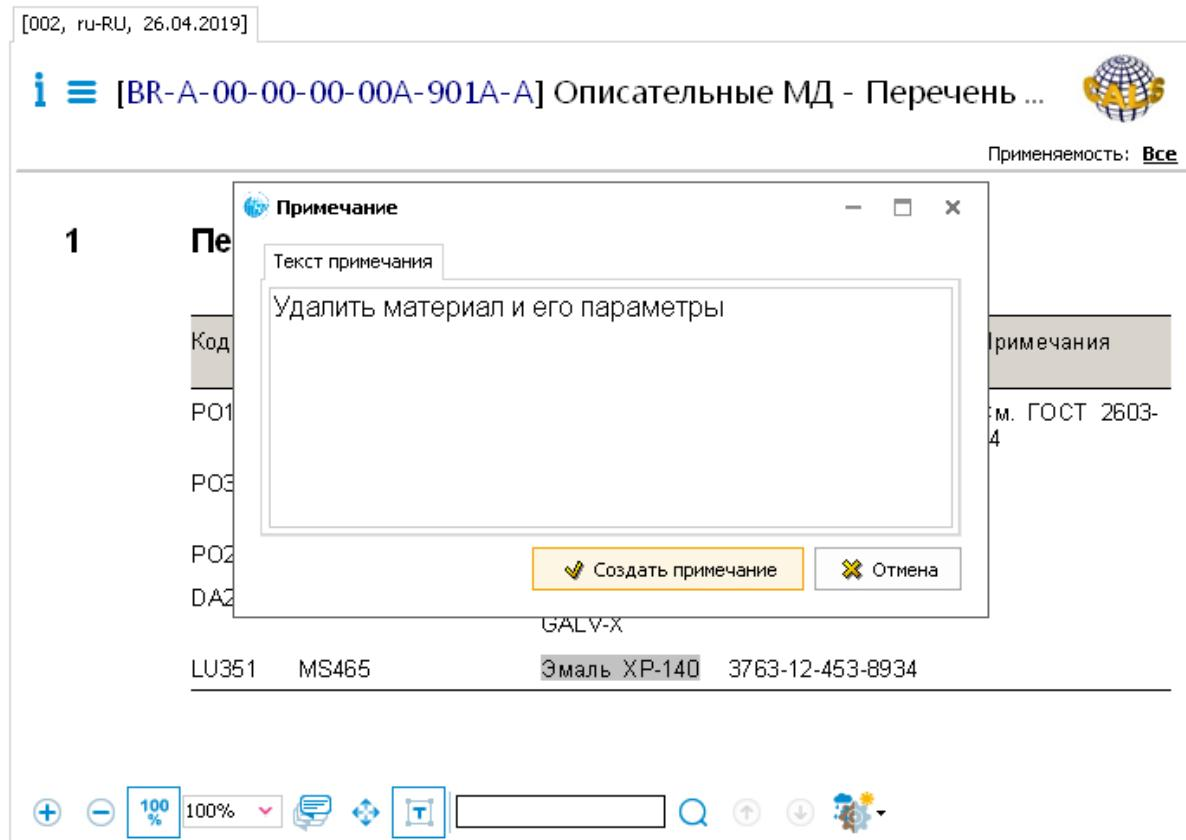

Рис. 76
4. В появившемся окне **Примечание** введите текст примечания (Рис. 76).